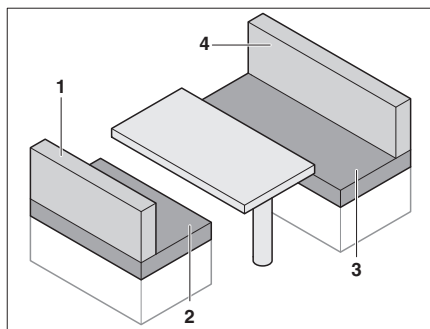

Fig. 72 Antes de la transformación
- Extraer los cojines del respaldo (Fig. 72,1 y 4).